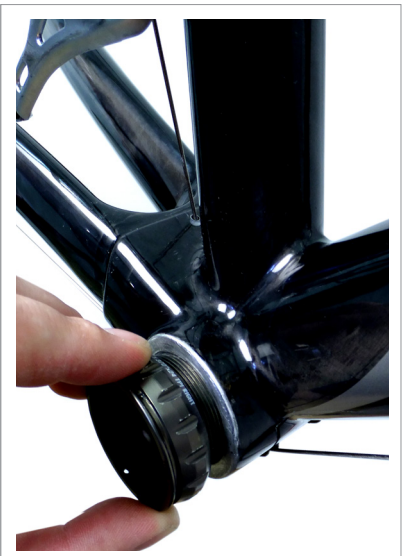

Abb.4
- Nehmen Sie die rechte Lagerschale des Tretlagers, drehen Sie sie bis zum Anschlag ein (Abb. 4) und ziehen Sie diese mit **35 Nm (310 in.lbs)** mit dem Werkzeug Campagnolo UT-BB130 und dem Drehmomentschlüssel (Abb. 5) fest.